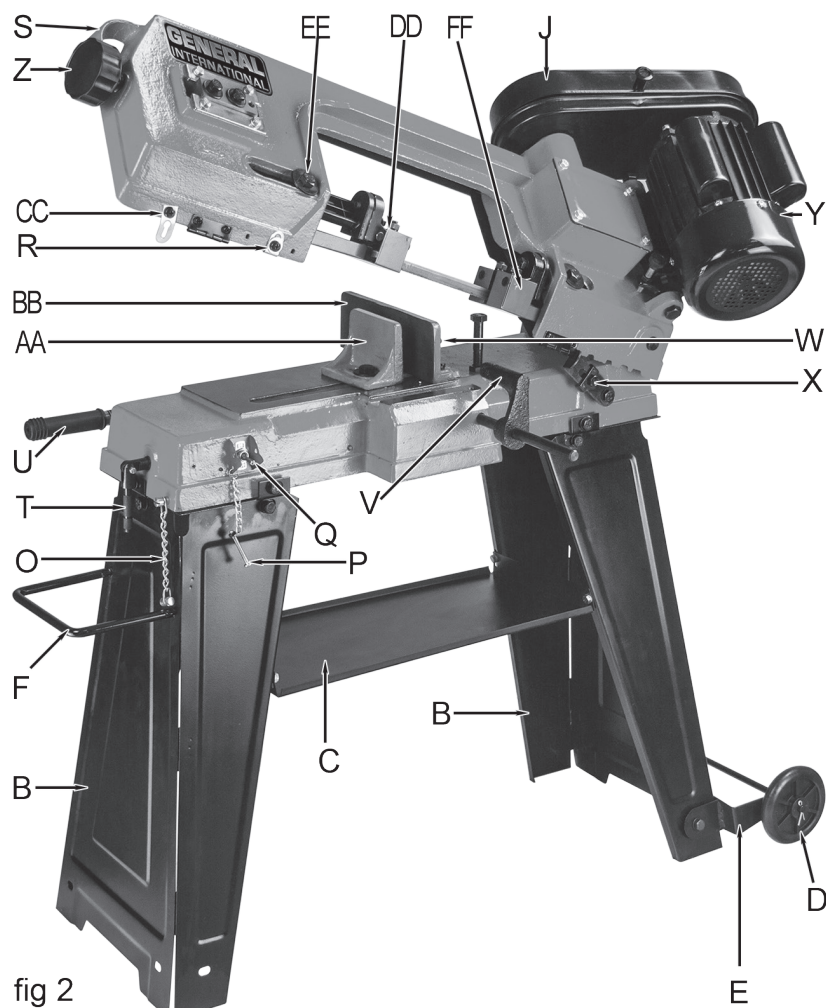

fig 2
Séparez toutes les pièces des matériaux d'emballage et comparez soigneusement avec fig 2 de la liste ci-dessous.
1. Repérez les deux (2) ensembles de jambe (B, fig 2 & 3).
2. Repérez la tablette (C, fig 2).